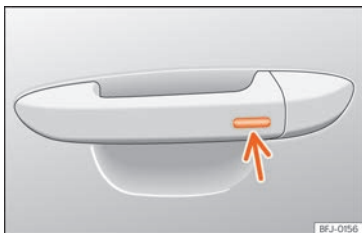

**Fig. 113** Manecilla de la puerta: superficie sensora.
- Mantenga un dedo durante algunos segundos sobre la superficie sensora de bloqueo » » » **fig. 113** (flecha) de la manecilla de la puerta para que se cierre el techo. Si deja de to-